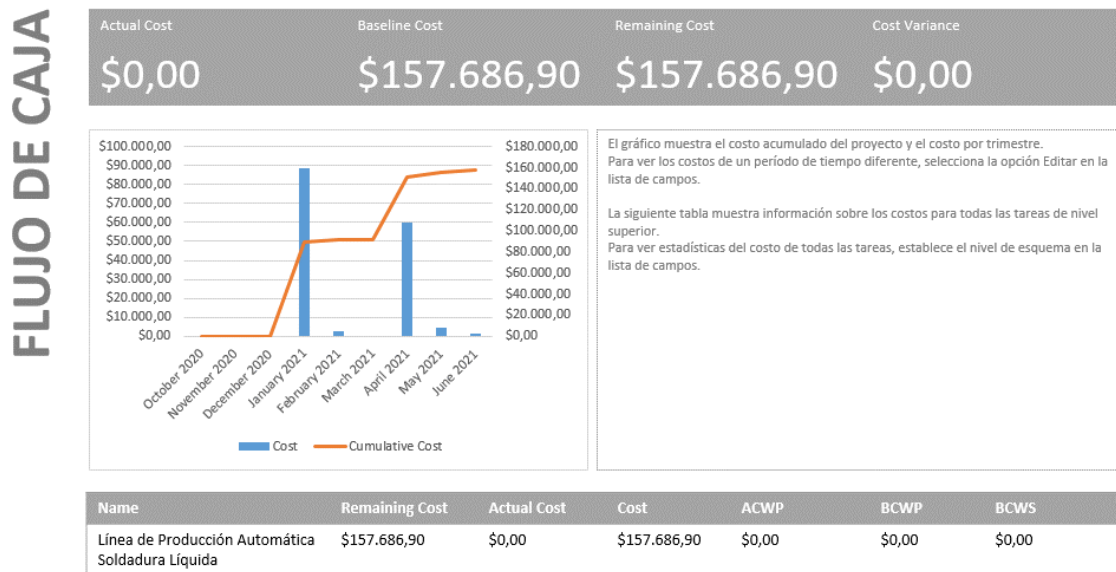

Figura 22. Vista del flujo de caja por mes del proyecto.
- **Flujo de Caja por Mes:** La Figura 22 muestra el flujo de caja del proyecto desglosado por mes.